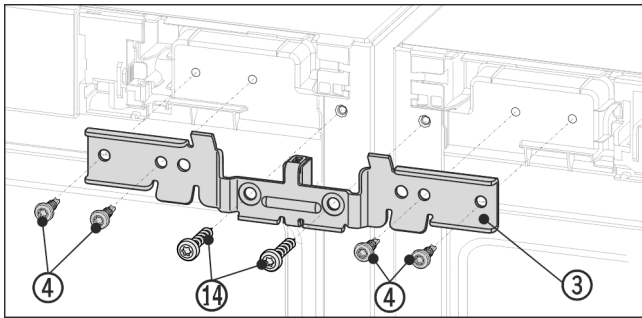

Fig. 13 Representación a modo de ejemplo
- ▶ Deslice la escuadra Fig. 13 (3) junto con la pieza distanciadora entre los aparatos e insértela en las espigas. Fije la escuadra atornillando alternativamente a la derecha y a la izquierda los cuatro tornillos Fig. 13 (4) y los tornillos de conexión a tierra Fig. 13 (14) previamente desenroscados.